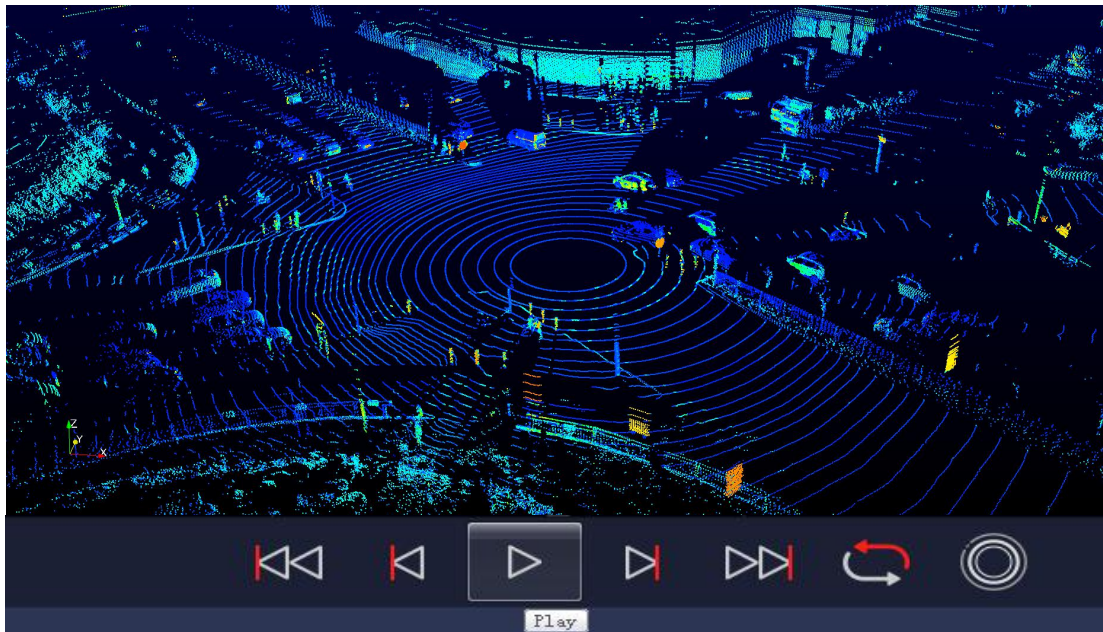

图 D-3 暂停播放
5. RSView 开始显示实时采集到数据(图 D-3)。可以通过点击 **Play** 按钮暂停，再点击一次